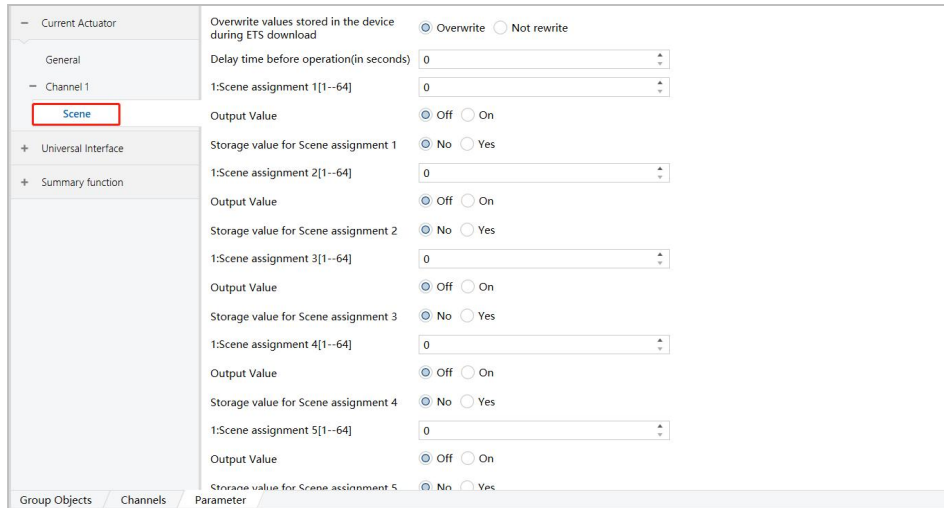

图 6.1.3
<p>8-bit scene control</p>	<p>场景控制功能, 可选项: Enabled (启用)、Disabled (禁用), 选择 “Enabled” 时, 界面的左边对应通道出现 “Scene” 选项, 单击该选项, 界面切换为如下图 6.1.3 所示。界面中参数配置如下:</p> <p>① “Overwrite values stored in the device during ETS download” 表示为在 ETS 下载期间覆盖存储在设备中的场景值, 可选项: ①参数 Overwrite(覆盖)、②参数 Not rewrite (不覆盖) ;</p> <p>② “Delay time before operation” 表示操作前的延迟时间, 可选项 “1-127” 秒;</p> <p>③ “Scene assignment 1—64” 表示场景号的设置, 场景号可设置为 1-64;</p> <p>④ “Output Value” 表示场景号对应通道操作的输出值, 可选项: On (开)、Off (关) ;</p> <p>⑤ “Storage value for Scene assignment X” 表示场景号 X 的场景学习功能, (X:1~64), 可选项: No(关闭)、Yes(开启) ; (例如: Channel 1 和 Channel 2 在参数” Scene assignment 1[1-64] “选择” 1” , “Storage value for Scene assignment 1” 选择” Yes” 时, 通讯对象以群组地址 3/1/1 为例, 下载数据完成后, 先在执行模块上手控操作 CH1 和 CH2 为 On(开) 状态, 在 ETS 上” 诊断 “处, 输入群组地址 3/1/1, 然后在” Value” 中选择 “Learn” , 场景号选择” 1 “, 在总线上发出, 则场景号” 1 “学习执行器 CH1 和 CH2 On(开) 的状态完毕。)</p>
8-bit scene control	<p>场景控制功能, 可选项: Enabled (启用)、Disabled (禁用), 选择 “Enabled” 时, 界面的左边对应通道出现 “scene” 选项, 单击该选项, 界面切换为如上图 6.1.3 所示。界面中功能配置如下:</p> <p>① “Overwrite values stored in the device during ETS download” 表示为在 ETS 下载期间覆盖存储在设备中的场景值, 可选项: ①参数 Overwrite(覆盖)、②参数 Not rewrite (不覆盖);</p> <p>② “Delay time before operation” 表示操作前的延迟时间, 可选项 “1-127” 秒;</p> <p>③ “Scene assignment 1—64” 表示场景号的设置, 场景号可设置为 1-64;</p> <p>④ “Output Value” 表示场景号对应通道操作的输出值, 可选项: On (开)、Off (关);</p> <p>⑤ “Storage value for Scene assignment X” 表示场景号 X 的场景学习功能, (X:1~64), 可选项: No(关闭)、Yes(开启); (例如: Channel 1 和 Channel 2 在参数 “Scene assignment 1[1-64]” 选择 “1”, “Storage value for Scene assignment 1” 选择 “Yes” 时, 通讯对象以群组地址 3/1/1 为例, 下载数据完成后, 先在执行模块上手控操作 CH1 和 CH2 为 On(开) 状态, 在 ETS 上 “诊断” 处, 输入群组地址 3/1/1, 然后在 “Value” 中选择 “Learn”, 场景号选择 “1”, 在总线上发出, 则场景号 “1” 学习执行器 CH1 和 CH2 On(开) 的状态完毕。)</p>